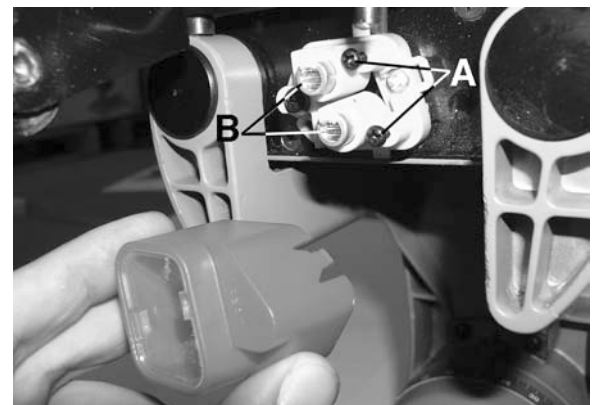

Figure 17
3. Pour déplacer le guide laser en entier vers la droite ou la gauche, desserrez la vis à tête bombée (A) Fig. 17. Déplacez le guide laser à la position désirée et reserrez la vis à tête bombée (A).
4. Pour ajuster uniquement le laser inférieur, serrez ou desserrez la vis à tête bombée (B). Pour ajuster uniquement le laser supérieur, serrez ou desserrez la vis à tête bombée (C). Poursuivez l'ajustement jusqu'à ce que les rayons laser soient alignés avec les deux côtés du trait de scie de la lame.